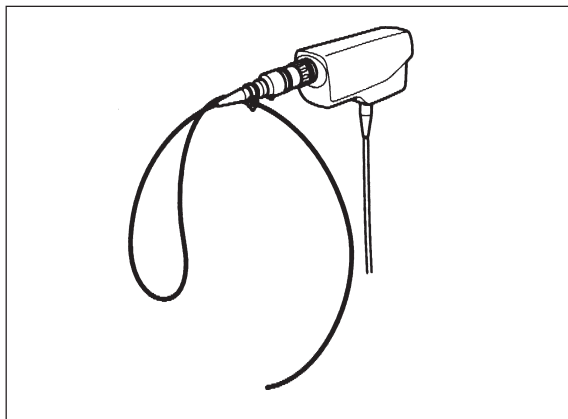

Рис. 3.11
5. Пропустите вводимую часть зонда через петлю держателя, затем расположите ультразвуковой зонд дистальным концом вниз (см. рис. 3.11). В случае, если необходимо иметь в наличии стерильный зонд, не используйте держатель зонда. Располагайте зонд, в соответствии с конкретным случаем его применения.